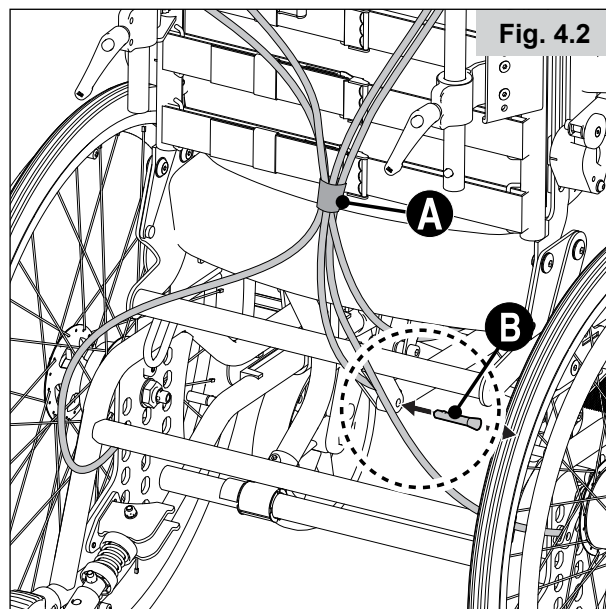

Fig. 4.2
4.1 De rugleuning omhoog of naar beneden vouwen (Fig. 4.2)
Plaats de kabels bij het terugvouwen van de rugleuning zoals in de afbeelding (Fig. 4.2) wordt getoond.